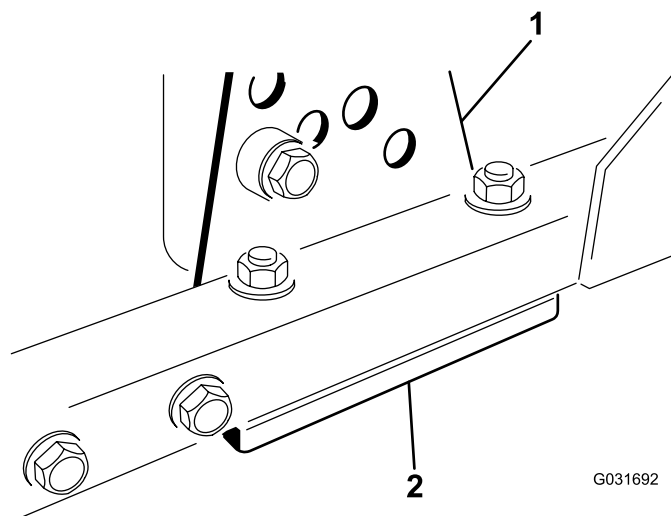

Figura 100
1. Togliete la staffa dell'altezza di taglio (anteriore, sinistra o destra) dal telaio del piatto di taglio (Figura 100).
2. Regolate gli spessori di 1,5 mm e/o 0,7 mm fra il telaio del piatto di taglio e la staffa per ottenere l'impostazione dell'altezza desiderata (Figura 100).